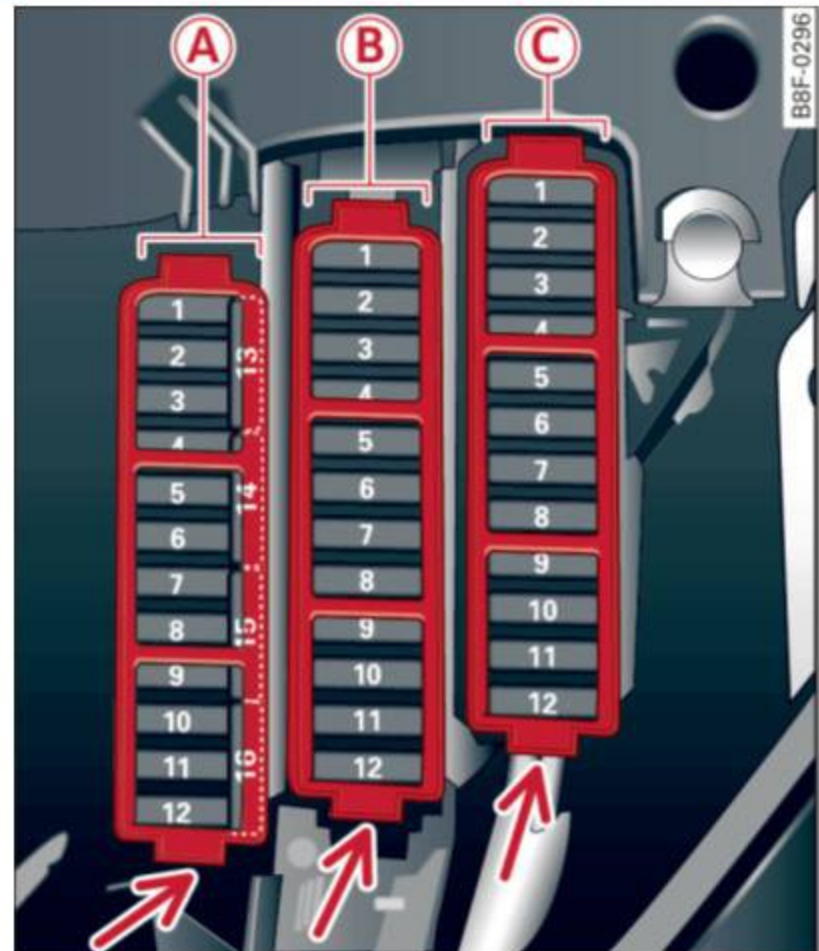

Fig. 200 Habitacle gauche : panneau de fusibles avec agrafe en plastique
- ▶ Pour déposer l'agrafe en plastique violet au besoin ¹⁾, tenez-le à son petit côté et retirez-le du panneau de fusible ⇒ *page 265, fig. 200*.